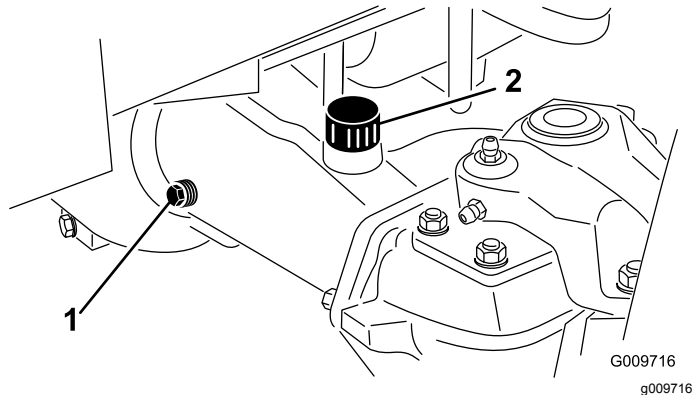

Рисунок 50
2. Снимите контрольную пробку с одного конца моста (Рисунок 50) и убедитесь, что смазка доходит до низа отверстия.
Примечание: Если уровень низкий, снимите заливную пробку (Рисунок 50) и добавьте смазку, чтобы довести ее уровень до низа отверстия контрольных пробок.